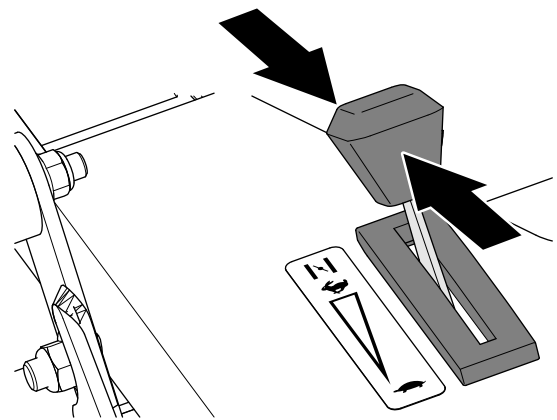

Figura 13
- Si el motor está caliente, mueva el control del acelerador a la posición de RÁPIDO (Figura 13).